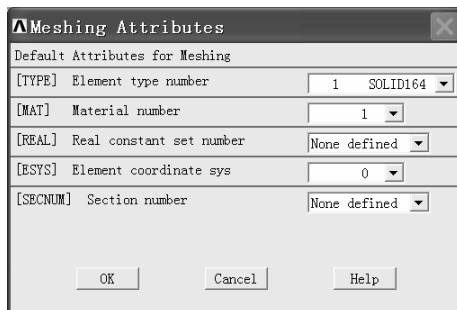

图 2-160 “Meshing Attributes” 窗口
(13) 在“MeshTool”窗口中的“Element Attributes:”处选择“Global”，再单击该方框后的“Set”按钮，弹出“Meshing Attributes”窗口（见图 2-160）。
(14) 在“Meshing Attributes”窗口下进行选择：在“[TYPE] Element type number”后的方框中选择“2 SOLID164”（单击该方框后的倒立三角形来选择）。在“[MAT] Material number”后的方框中选择“2”，然后单击“Meshing Attributes”窗口中的“OK”按钮。
(15) 在“MeshTool”窗口中，从“Mesh:”后的方框中选择“Volumes”。从“Shape:”后的单选框中选中“Hex”。